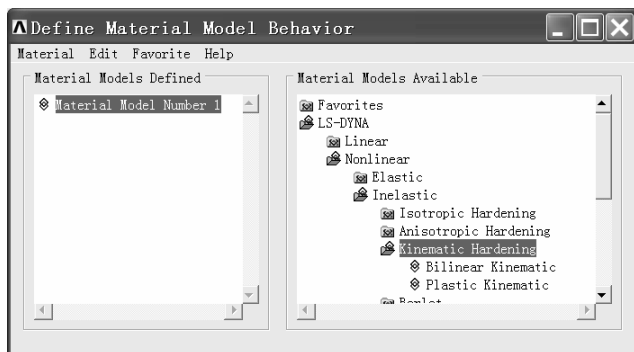
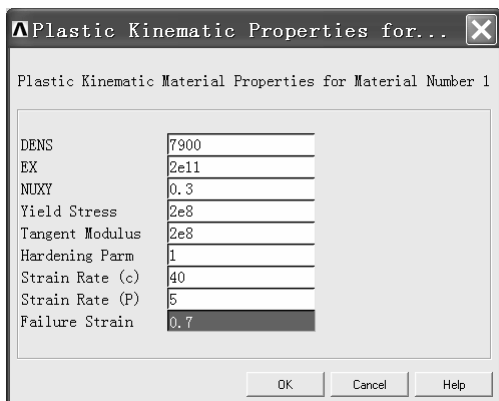

图 3-110 “Define Material Model Behavior”窗口
图 3-111 “Plastic Kinematic Properties for...” 窗口
(1) 打开 ANSYS LS-DYNA 操作界面。
(2) 依次选择 Utility Menu>PlotCtrls>Style>Colors>Reverse Video，将背景变为白色。
(3) 依次选择 Main Menu>Preprocessor>Material Props>Material Models，弹出“Define Material Model Behavior”窗口（见图 3-110）。单击该窗口右侧方框中的“LS-DYNA”，继续单击“Nonlinear”→“Inelastic”→“Kinematic Hardening”→“Bilinear Kinematic”，弹出“Plastic Kinematic Properties for ...”窗口（见图 3-111）。
(4) 在“Plastic Kinematic Properties for...”窗口中的方框内从上到下依次填入“7900”、“ $2e11$ ”、“0.3”、“ $2e8$ ”、“ $2e8$ ”、“1”、“40”、“5”、“0.7”（见图 3-111）。其中“Failure Strain”后的方框内输入“0.7”表示材料的失效应变。单元达到该失效应变后将自动消失。如果不设置此失效应变，则材料不会失效。然后单击“OK”按钮返回到“Define Material Model Behavior”窗口，单击“Define Material Model Behavior”窗口右上角的叉号关闭该窗口。